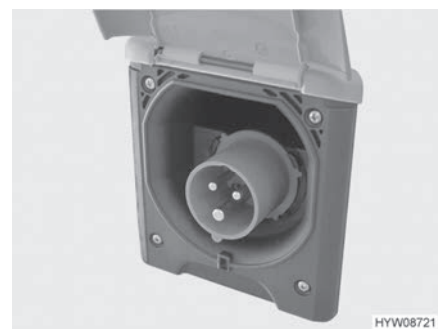

Bild 52 230-V-Anschluss am Fahrzeug (CEE-Steckdose)
- Abdeckung des 230-V-Anschlusses am Fahrzeug öffnen (Bild 52) und Steckkupplung einstecken. Darauf achten, dass die Rastnase des federgespannten Klappdeckels eingerastet ist.